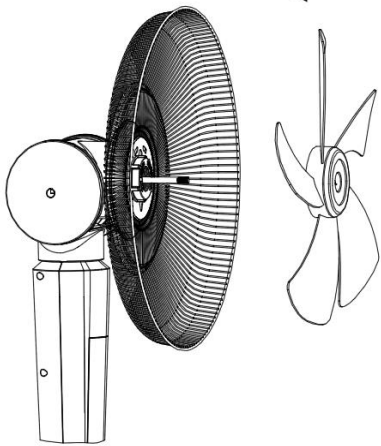

Рисунок 4
- D. Установите лопасти вентилятора на ось электродвигателя. Затяните винт крепления лопастей против часовой стрелки (рис. 4).